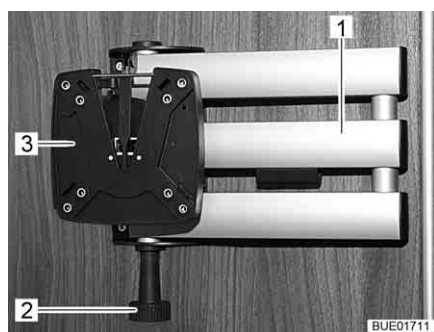

Fig. 75 Supporto con braccio snodato
- Tirare il bottone di sbloccaggio (Fig. 75,2). Il braccio snodato (Fig. 75,1) è sbloccato.
- Ruotare lo schermo piatto all'indietro nella sua posizione iniziale, finché il supporto (Fig. 75,3) si innesta nel bloccaggio producendo un suono.